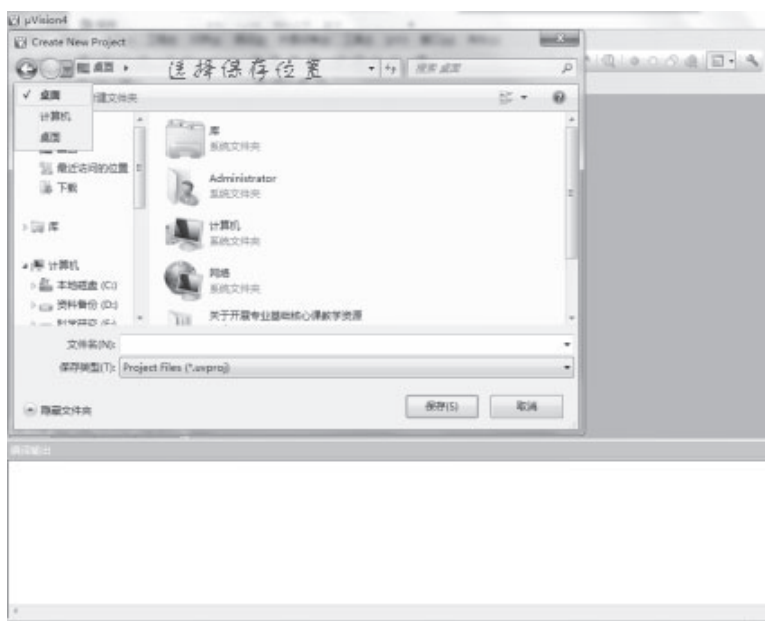

图 1.11 新建工程保存目录选择窗口
在“文件名 (N)” 窗口中输入新建工程文件的的名字后，选择工程的保存目录，单击“保存 (S)” 即可，如图 1.11 所示。